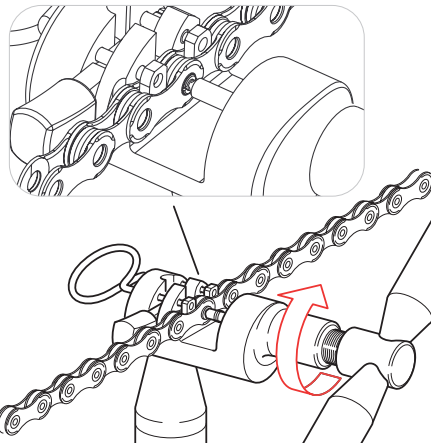

Abb.21
- Ziehen Sie das Werkzeug an, indem Sie den Schieber mit dem vorstehenden Ende der **ULTRA-LINK 5-CN-RE500 (11s)** / **5-CN-SR600 (12s)**-Hülse in Kontakt bringen und dabei diese etwa um eine 3/4 Drehung, mit moderater Kraft, bis zu ihrer Verformung drehen (Abb. 21).